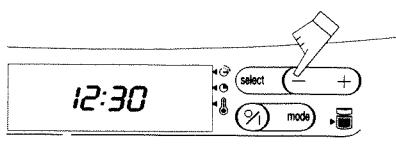

Fig. 2
2. Pulse las teclas (- +) (fig. 2) para regular la hora.